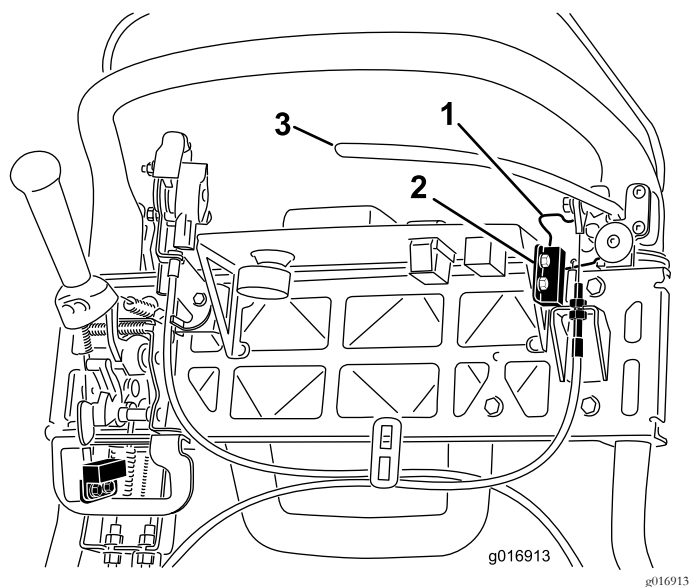

Figura 45
4. Afloje las fijaciones de montaje del interruptor de seguridad (Figura 45).
5. Coloque un suplemento de 1,6 mm de grosor entre el seguro del freno de estacionamiento y el interruptor de seguridad (Figura 45).
4. Para aumentar la tensión del cable, afloje la contratuerca superior del cable y apriete la contratuerca inferior (Figura 45) hasta que se requiera una fuerza de 156 N aplicada a la palanca de freno para quitar el seguro del freno de estacionamiento.